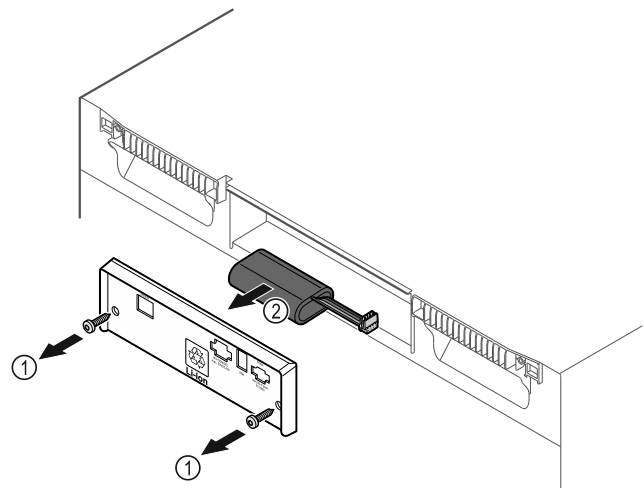

Fig. 229
- ▶ Skru ut skruene, og ta av dekslet på baksiden av apparatet Fig. 229 (1).
- ▶ Koble fra og ta ut batteriet Fig. 229 (2).